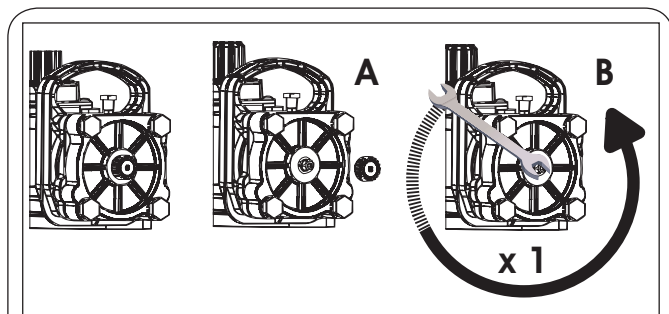

Fig.13
- 3) Sur l'opérateur, dévisser le bouchon (Fig.13 réf.A) de la vis du fin de course de fermeture (Fig.13 réf. ①) et vérifier que la vis soit vissée à fond.
- 4) Dévisser d'un tour la vis de fin de course de fermeture (Fig.13 réf.B) (Important pour le couplage correct pignon-douille rainurée lors du montage).